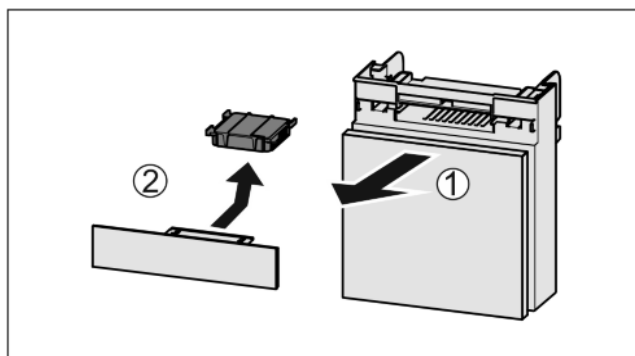

Fig. 44
- ▶ Lade vanaf de voorkant eruit trekken Fig. 44 (1).
- ▶ Actiefkoolfilter verwijderen Fig. 44 (2).